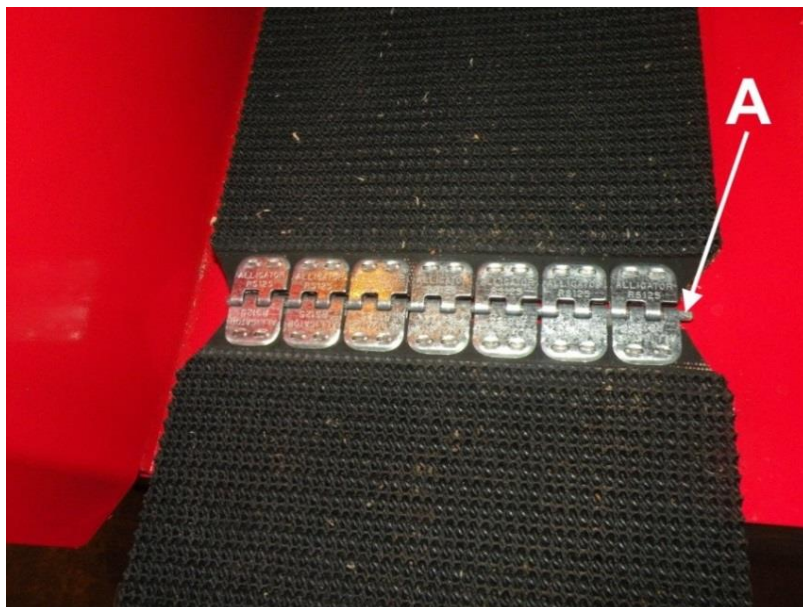

Bild 26
4. Lossa anslutningen genom att dra ut tappen A (Bild 26) för anslutningen till exempel med en tång.
- Fäst anslutningen genom att montera tappen A (Bild 26) på plats vid anslutningspunkten.